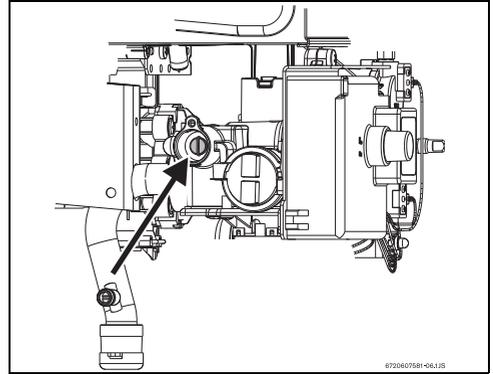

Fig. 12 Tornillo de ajuste de caudal de gas máximo
- ▶ Desmontar la cubierta del tornillo de ajuste de gas (Fig. 12).
- ▶ Utilizando la tuerca de ajuste (Fig. 12), regule la presión hasta alcanzar los valores indicados en la tab. 8.